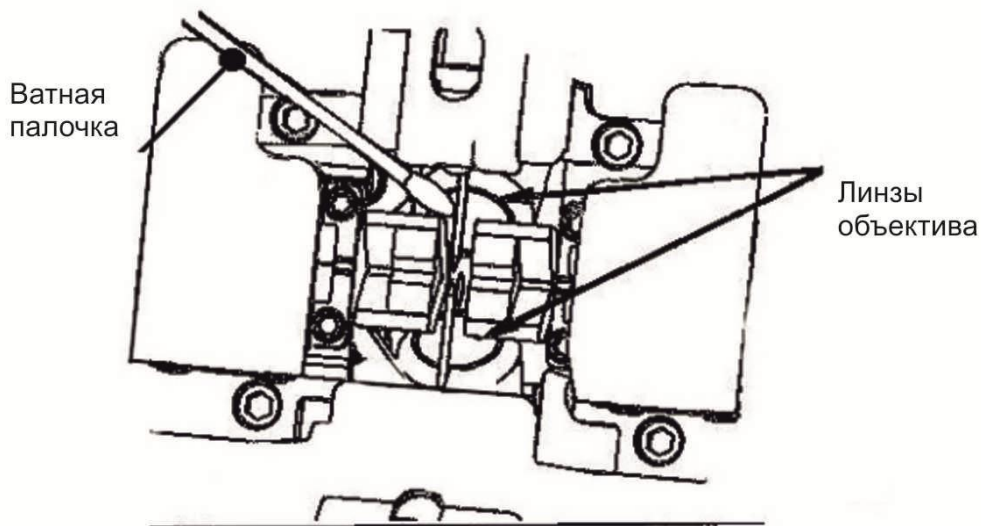

Рис. 4-7
- 3) Аккуратно очистите поверхность линзы с помощью тонкого ватного тампона, смоченного в спирте, как показано на Рис. 4-7. Двигайте тампон по спирали, начиная от центра линзы к ее краям. Удалите излишки спирта с помощью сухого ватного тампона.